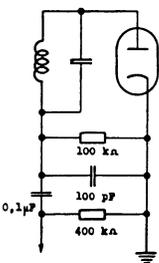
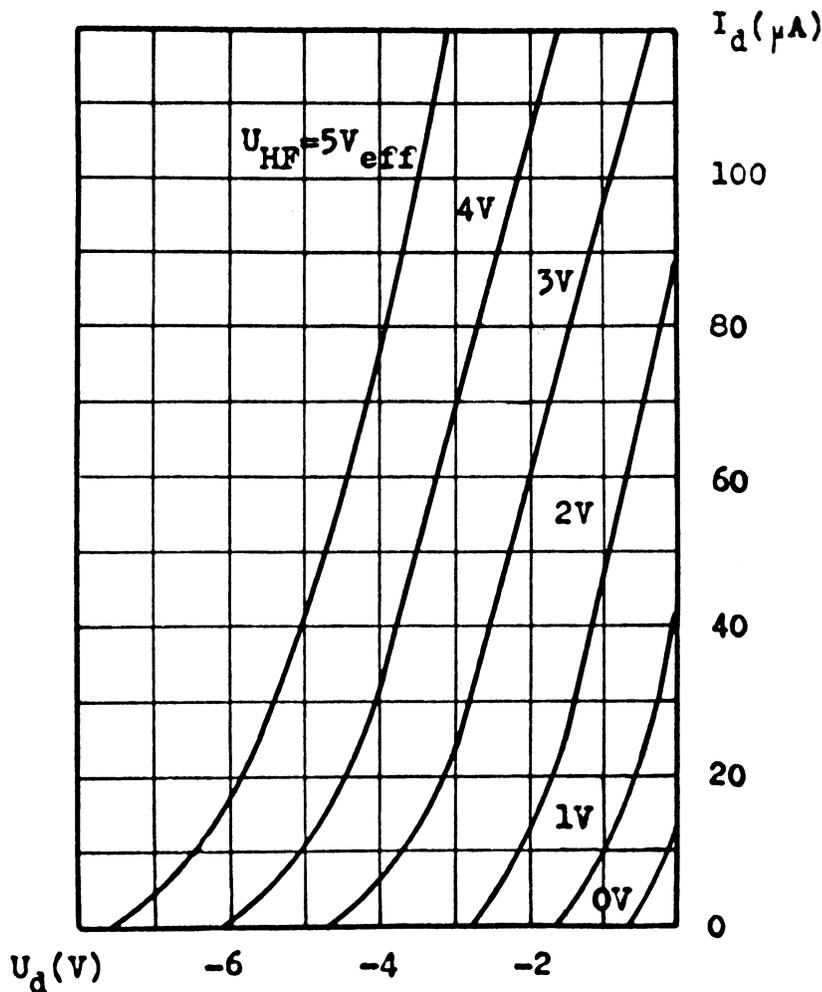

Fig. 60a
Fig. 60b
60. Der Schwingkreis der Schaltung Fig. 60a liefert an die Diode ein HF-Signal von $3\ \text{V}_{\text{eff}}$, 33% moduliert. Die Kennlinien der Diode sind in Fig. 60b dargestellt (siehe Seite 64). In die Kennlinienschar sind einzutragen: a) Die Arbeitsgerade für die Gleichstromkomponente. b) Die Arbeitsgerade für die Wechselstromkomponente. c) Wie groß ist die Gleichspannung am Arbeitswiderstand? d) Wie groß ist die effektive NF-Wechselspannung? (graphisch zu bestimmen!). e) Für welchen Wert der Modulationstiefe beginnen die Demodulationsverzerrungen?